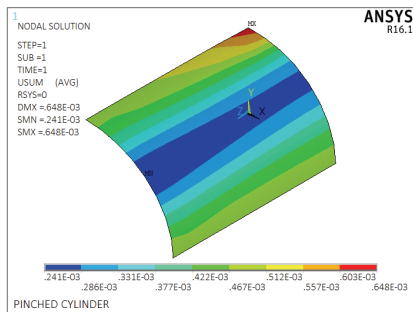

图 3-85 合位移等值线图
3) 选择 Main Menu | General Postproc | Plot Result | Contour Plot | Nodal Solu 命令, 出现 Contour Nodal Solution Data 对话框, 在 Item to be contoured 列表框中选择 Nodal Solution | DOF solution | Displacement vector sum, 单击 OK 按钮, ANSYS 显示窗口将显示合位移等值线图, 如图 3-85 所示。